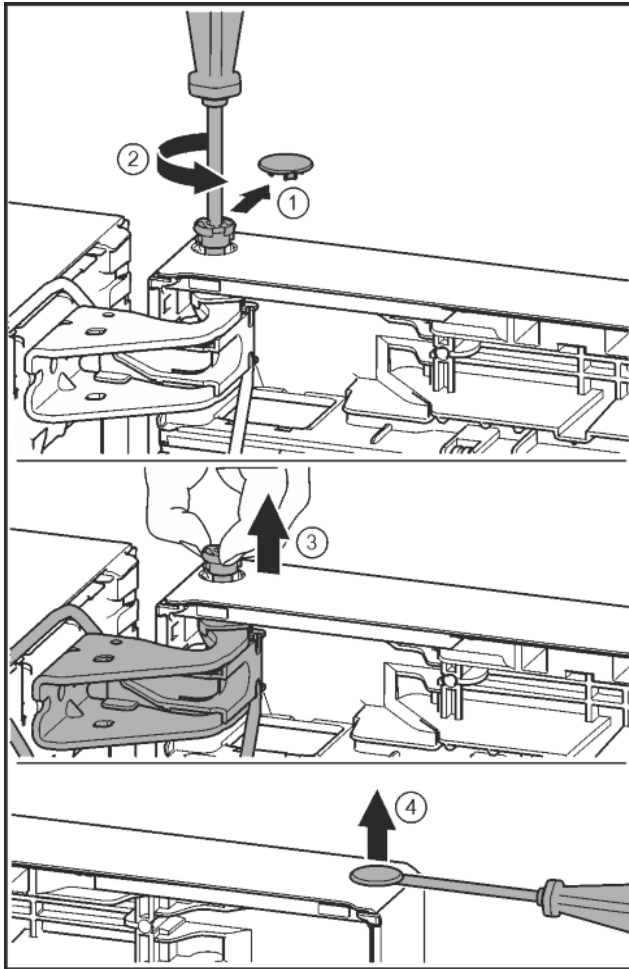

Fig. 23
- ▶ Enlever délicatement le cache de sécurité. Fig. 23 (1)
- ▶ Dévisser légèrement le boulon avec un tournevis T15. Fig. 23 (2)
- ▶ Tenir fermement la porte et sortir le boulon avec les doigts. Fig. 23 (3)
- ▶ Soulever délicatement le bouchon en dehors de la douille de palier de porte avec un tournevis plat et le sortir. Fig. 23 (4)